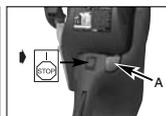

Abb. 9A
1. Para ligar a serra, coloque o interruptor (interruptor para LIGAR/DESLIGAR) na posição LIGAR (I) (fig. 9A).